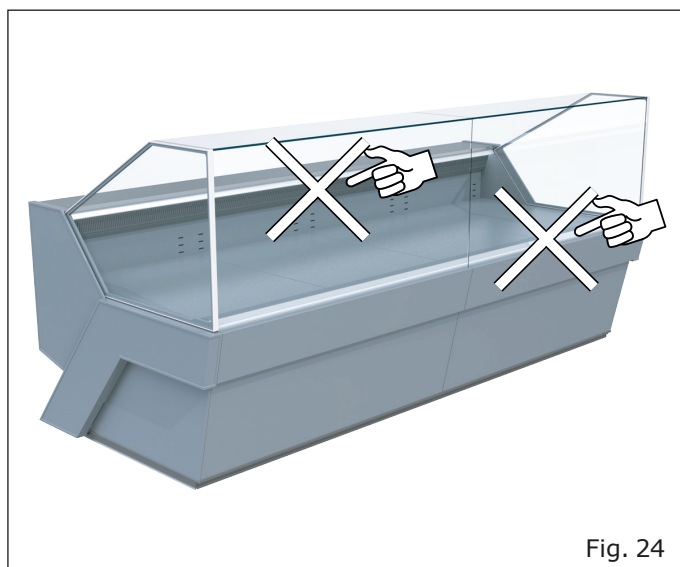

Fig. 24
- La merce non ostruisca il corretto flusso d'aria refrigerata ("Fig. 24").